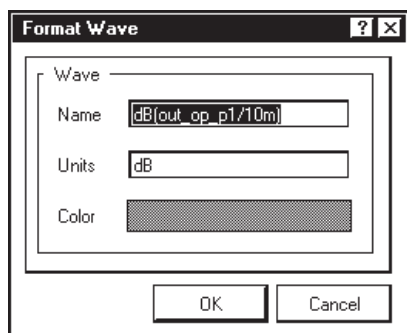

Рис. 8.19. Окно настройки формата волны
- **Format Wave** — по этой команде открывается одноименное диалоговое окно (рис. 8.19), в полях которого можно назначить новое имя выбранной кривой, указать единицы измерения и задать цвет кривой на графике;